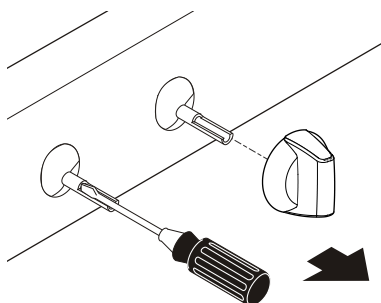
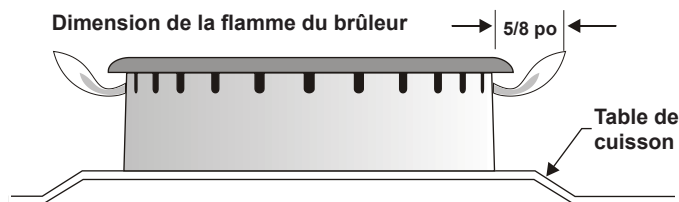

Fig. 17
Fig. 18
- Insérez un tournevis à lame étroite dans la tige creuse du robinet et tournez la vis à l'intérieur. La hauteur de la flamme peut être augmentée ou diminuée par le réglage de cette vis. Tournez vers la gauche pour augmenter la hauteur de la flamme (Fig. 17 et Fig. 18).
La plaque signalétique est située sur le côté inférieur droit de l'intérieur du four (voir Fig. 18).